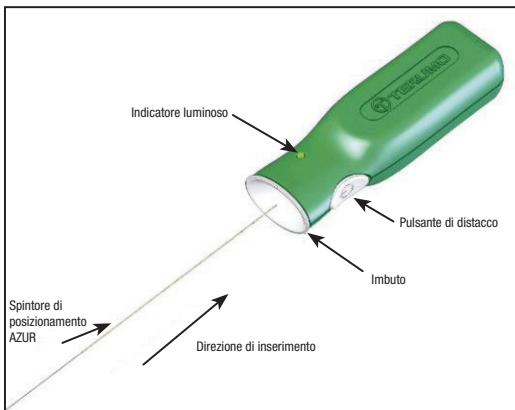

Figura 2 – Controller di distacco AZUR
14. Prima di utilizzare il dispositivo, rimuovere l'estremità prossimale dello spintore di posizionamento dall'anello di confezionamento. Prestare attenzione per evitare di contaminare questa estremità dello spintore di posizionamento con sostanze estranee quali il sangue o il mezzo di contrasto. Inserire saldamente l'estremità prossimale dello spintore di posizionamento nella sezione a imbuto del controller di distacco AZUR. Vedere la Figura 2. **Non premere il pulsante di distacco in questo momento.**
35. Collegare l'estremità prossimale dello spintore di posizionamento al controller di distacco AZUR inserendo saldamente l'estremità prossimale dello spintore di posizionamento nella sezione a imbuto del controller di distacco AZUR. Vedere Figura 2.